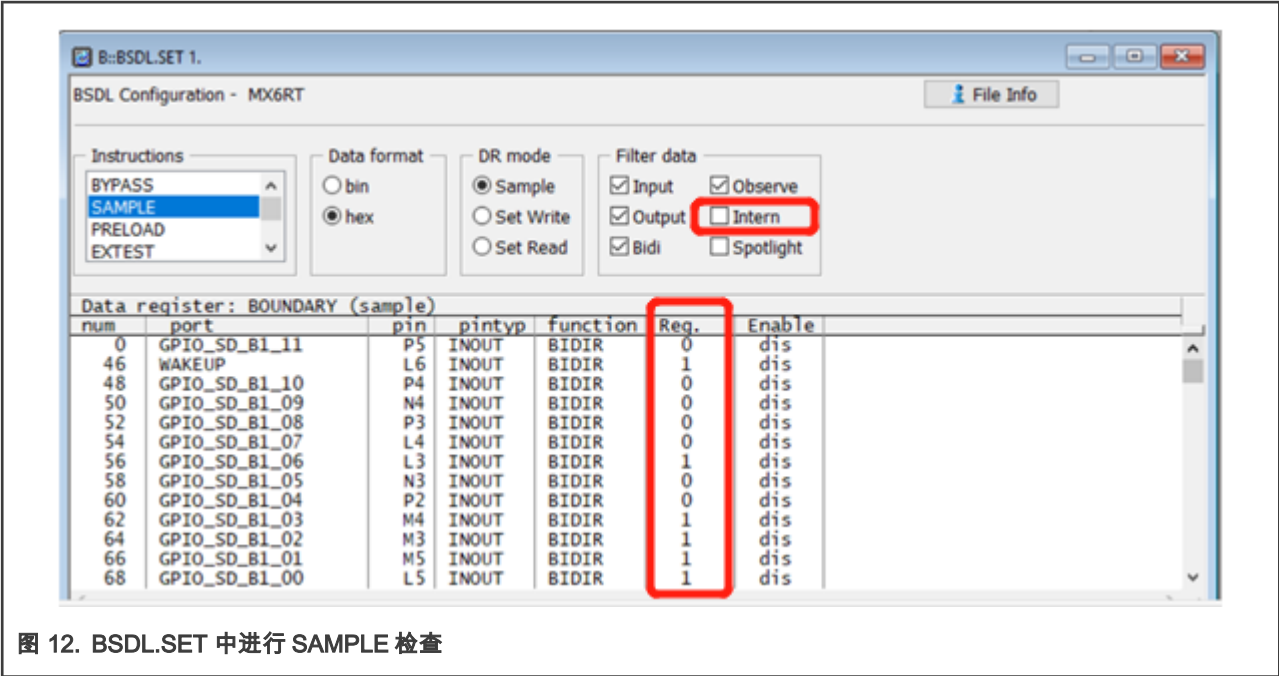

图 12. BSDL.SET 中进行 SAMPLE 检查
- 在 BSDL.SET 窗口中，请将 **filter data** 选项中的 **Intern** 勾选删除，芯片内部的信号不需要进行测试。下面详细列出了当前验证板上芯片的每个信号引脚上的实际状态值，0 是低电平，1 是高电平。使用万用表测量 EVK 板上相应引脚的信号电压是否和 SAMPLE 中列出的值相匹配，可以多测量几个管脚相比较。图 12 是 SAMPLE 检查窗口。